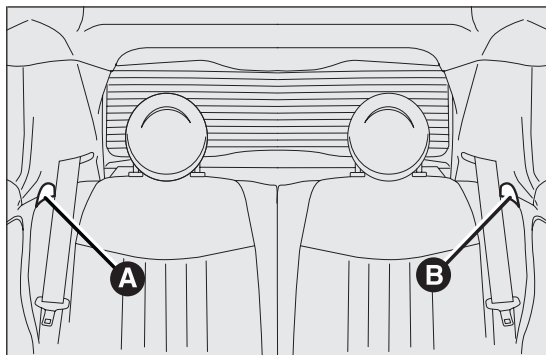

Abb. 58
- ☐ Betätigen Sie die Hebel A Abb. 58 oder B, um den linken oder rechten Teil der Rückenlehne zu entriegeln und auf das Sitzkissen abzusenken.
- ☐ Die Hebel A Abb. 58 und B betätigen, um die Rückenlehnen zu entriegeln und auf das Kissen zu begleiten.